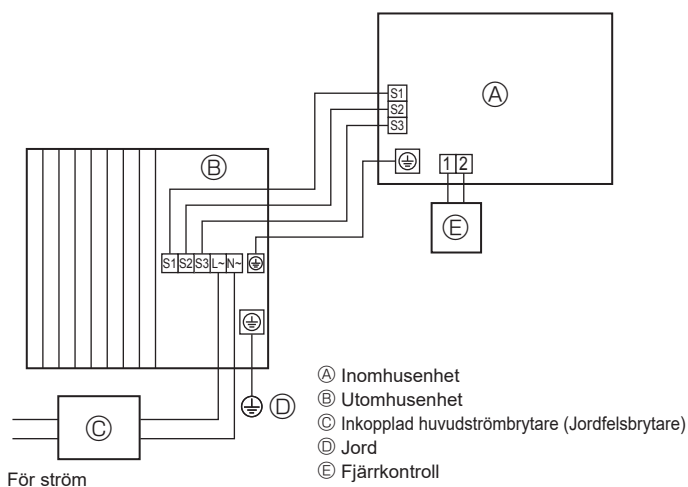
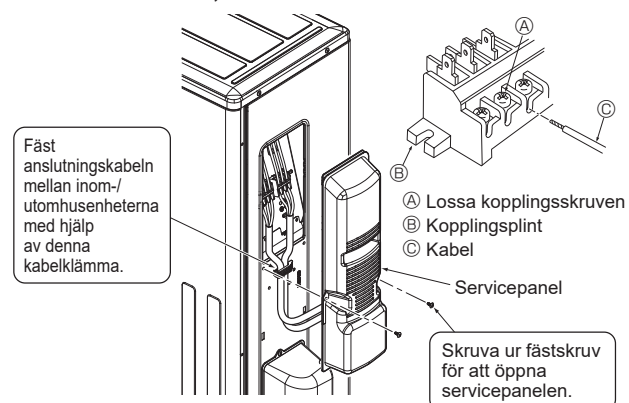

Fig. 6-1
Fig. 6-3
### 6.1. Utomhusenhet (Fig. 6-1, Fig. 6-2, Fig. 6-3)
- ① Avlägsna servicepanelen.
- ② Anslut kablarna med hänvisning till Fig. 6-1, Fig. 6-2, och Fig. 6-3.